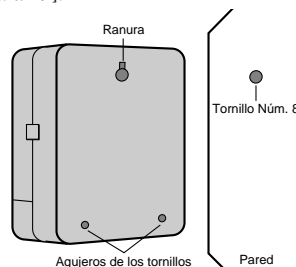

FIGURA 19: Montaje del Controlador
- Para completar la sujeción del controlador a la pared, clave dos tornillos del nº 8 a través de los dos orificios que se encuentran en la parte inferior de la caja del controlador [Vea la Figura 19].